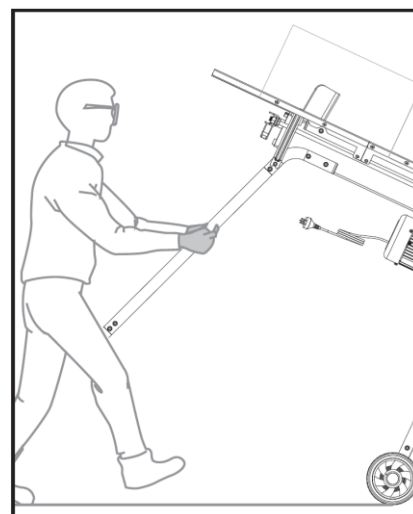

Fig. 13
- Pour déplacer la fendeuse de bûches, saisissez le pied de support (14) pour incliner légèrement l'appareil, en vous assurant que le couvercle du réservoir d'huile est bien serré. Voir la Fig. 13.